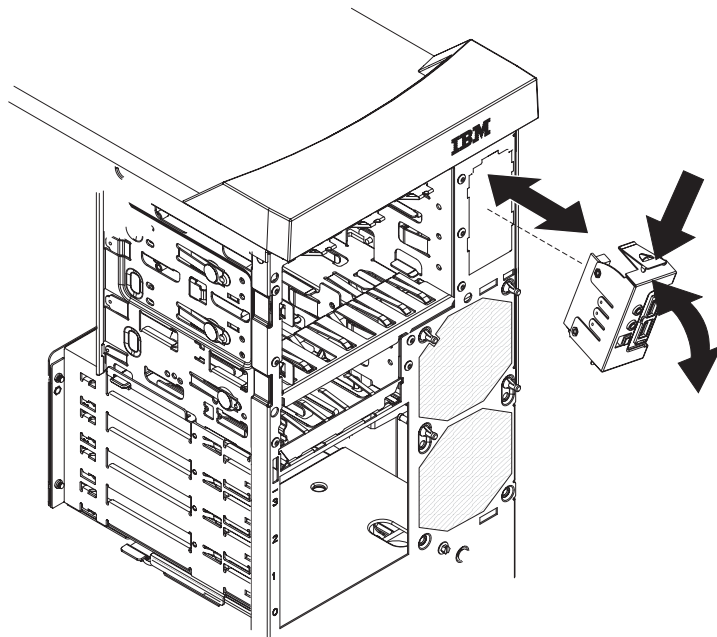

图 43. 卸下卡 / 支架组合件
5. 按下此组合件顶部的滑锁以使组合件顶部脱离机架（请参阅图 43）。